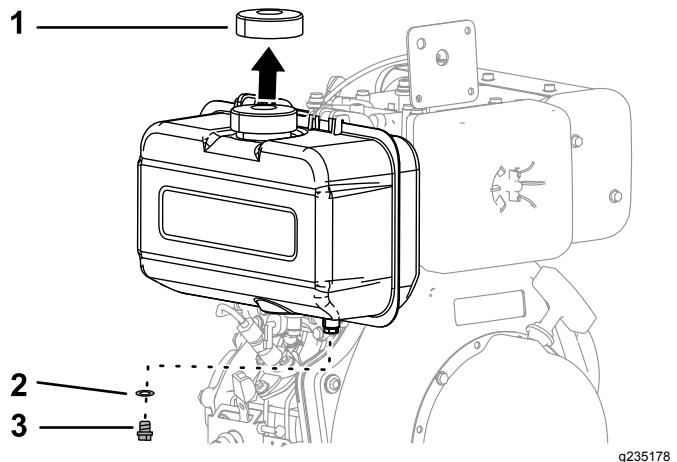

Figura 25
3. Rimovete il tappo del carburante (Figura 25).
4. Rimovete il tappo di spurgo e la guarnizione per spurgare il carburante (Figura 25).